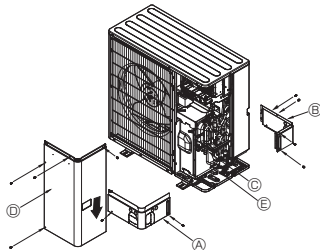

Fig. 5-3
5.3. Tubos de refrigerante (Fig. 5-3)